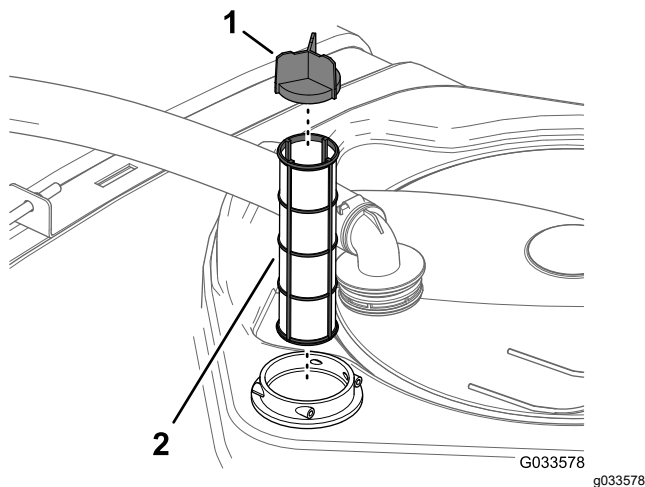

Рисунок 95
4. Извлеките фильтр линии всасывания из его корпуса в баке (Рисунок 95).